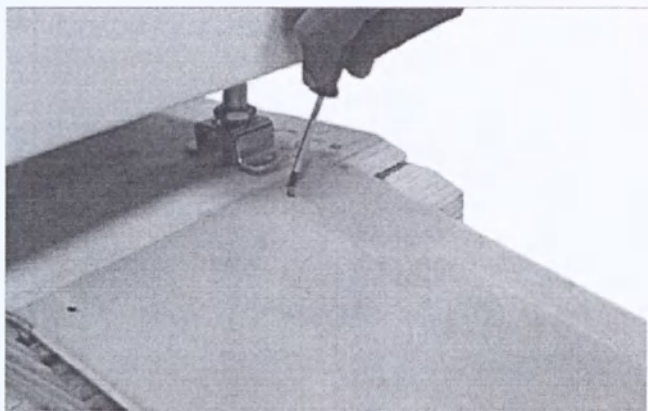

Рис. 2-2 Установка листовых дорожек
- После удаления стальных лент, 4 крепежных винтов и транспортной упаковки достаньте листовые дорожки и закрепите на грузовом поддоне перед роликами при помощи прилагаемых винтов в соответствии с рис. 2-2. Необходимо соблюдать параллельность! Для опоры прилагаемые деревянные рейки необходимо установить на конец под обе листовые дорожки.